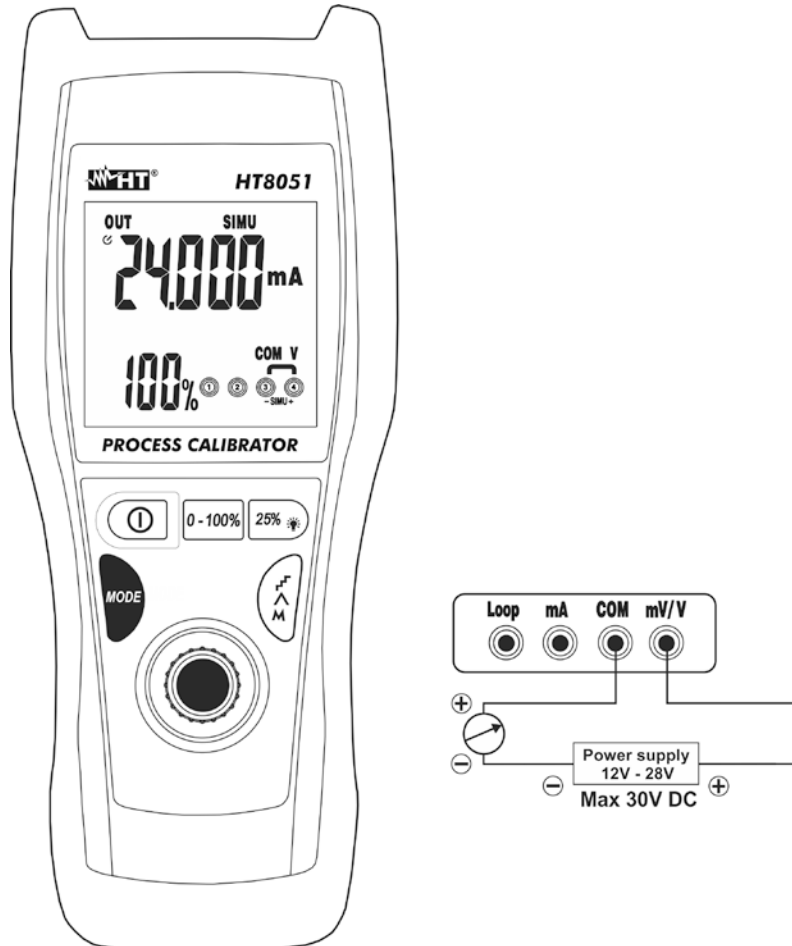

Abb. 8: Simulation eines Wandlers
5. Verbinden Sie die grüne Messleitung mit dem positivem Potenzial der externen Quelle und die schwarze Messleitung mit dem positivem Potenzial des externen Messgerätes (z.B.: Multimeter – siehe Abb.8 )
6. Zur Erzeugung des negativen Stromwerts tauschen Sie die Messleitungen in die umgekehrte Richtung in Bezug auf die Verbindung in Abb. 8.